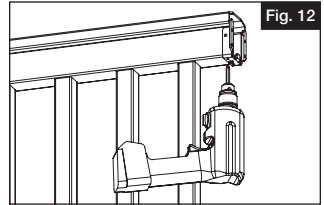

Fig. 12
- Atornille los soportes metálicos del travesaño superior a la parte inferior de cada extremo del travesaño, con un tornillo cuadrado #10 de 1" (se vende por separado) en la ranura central del soporte (Fig. 12).
- b. Taladre uno de los lados ambos lados del soporte de travesaño superior con una broca de $\frac{5}{32}$ ". El agujero debe estar orientado como se muestra (Fig. 12). Introduzca un tornillo de cabeza cuadrada #10 de 1" a través del soporte y el travesaño.